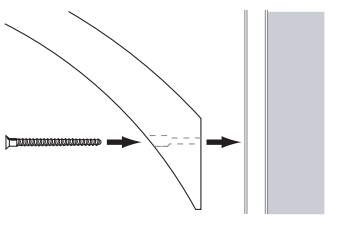

FIG. 6.1
- Instale la ménsula en escuadra utilizando tornillos N° 8 de 3 pulg. Use los anclajes plásticos de pared que se proporcionan si no tiene a disposición ningún poste (Fig. 6.1).